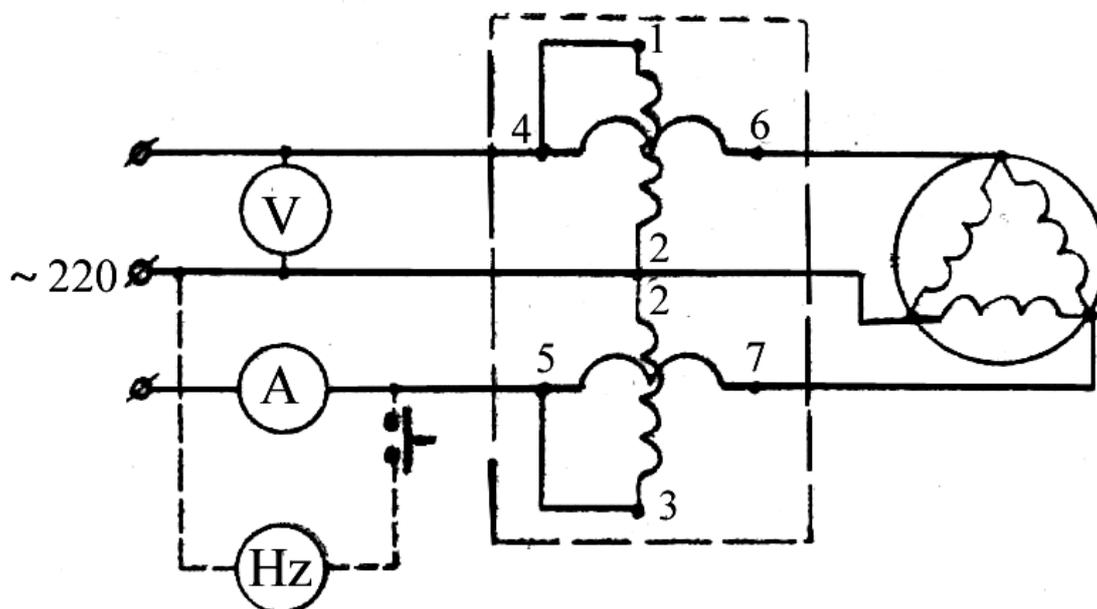

Рисунок 6.9 – Схема определения параметров холостого хода
5. Определить параметры режима холостого хода, для чего собрать схему (рисунок 6.9).